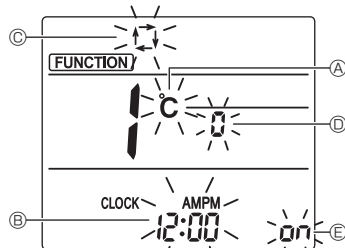

Fig. 5-11
5. Compruebe que se muestra la función N.º "1", y luego pulse el botón **SET** ③.
6. Se visualizará la pantalla de configuración de la visualización de Pantalla. (Fig. 5-11)
7. Pulse el botón **UP** ④ para cambiar el n.º de función.
#### 5.10.2. Cambiar la unidad de temperatura (Fig. 5-11 Ⓐ)
#### 5.10.3. Cambiar la visualización de la hora (Fig. 5-11 Ⓑ)
#### 5.10.4. Cambiar el modo AUTO (Fig. 5-11 Ⓒ)
#### 5.10.5. Cambiar el N.º de par (Fig. 5-11 Ⓓ)